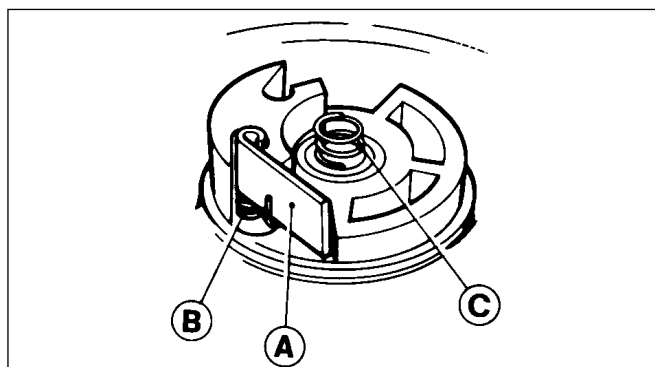

Abb. 6
- Setzen Sie Haltefeder, Mitnehmerfeder und Bremsfeder wieder ein (Abb. 6).